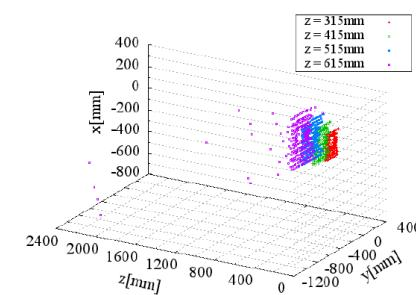

図2 赤外線距離センサでの壁面測定
- 壁面の直方体熱源（約40°C、縦88×横64×奥行24 mm）までの奥行（z）を推定できた（図2、計算時間約0.5秒）。